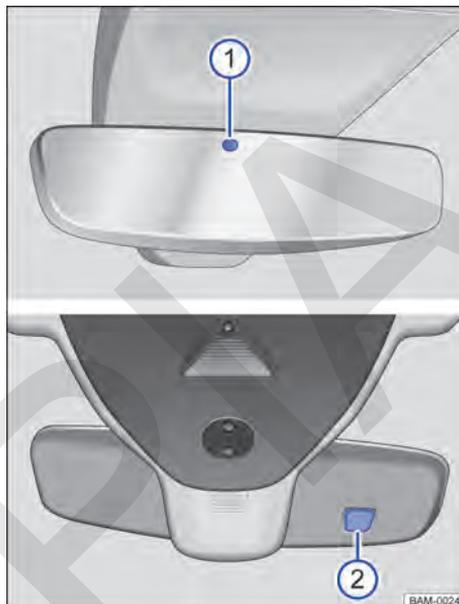

Fig. 108 En el parabrisas: retrovisor interior antideslumbrante automático.
Con el encendido conectado, los sensores miden la incidencia de la luz por detrás → fig. 108 ① y por delante ②.